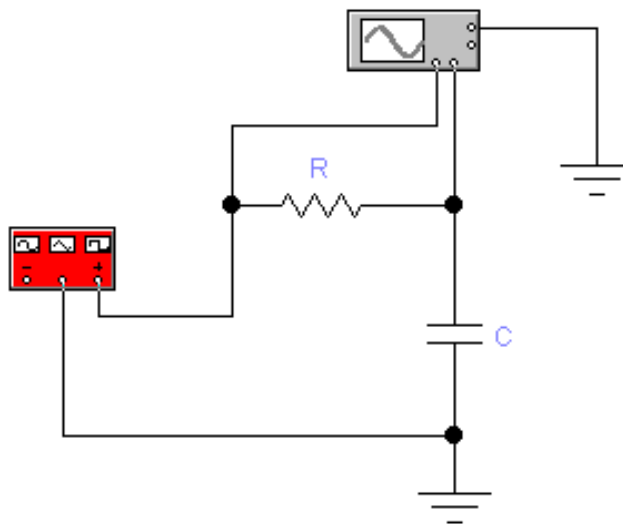

Рис.1. Схема для исследования RC цепи
1. Собрать схему согласно рис.1. В настройках источника напряжения выбрать меандр амплитудой 5 – 10 В.